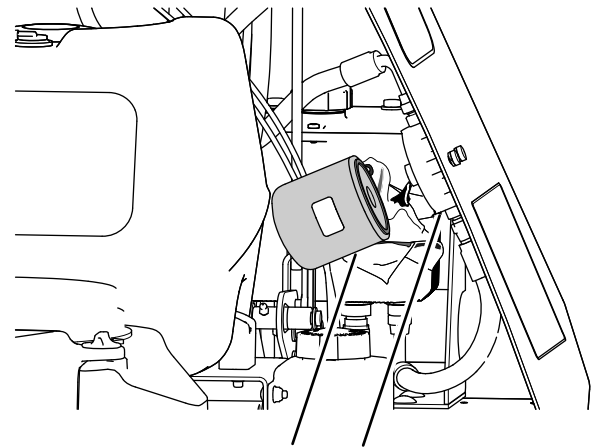

Figura 61
7. Para instalar el filtro, gírelo en sentido horario en el adaptador del filtro hasta que la junta entre en contacto con el adaptador, luego apriete el filtro entre 2/3 y 3/4 de vuelta más (Figura 61).